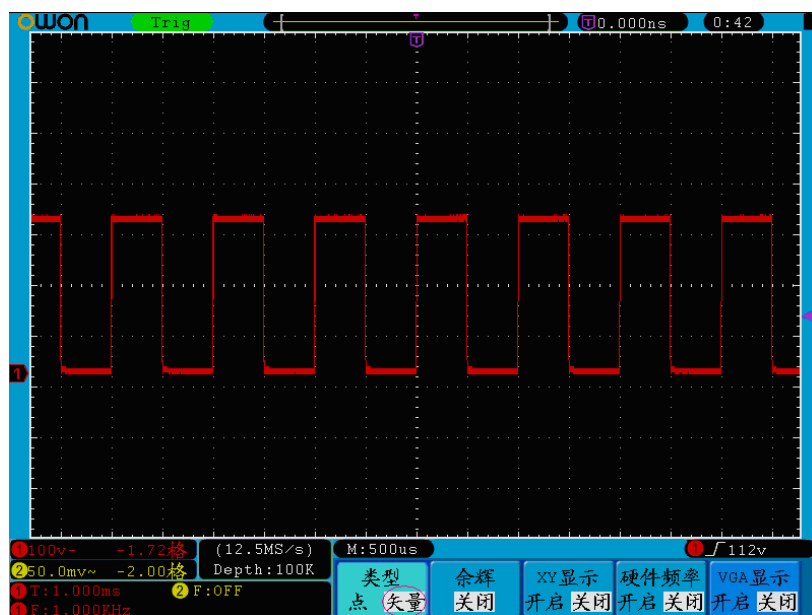

图 5-32: 矢量显示类型
**显示类型：**按 H1 菜单选择键，可切换 矢量 显示和 点 显示。图 5-32 和图